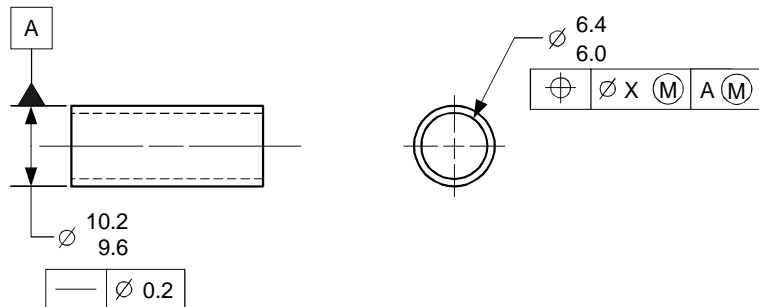

Figura 3
4. En la figura 3, el dispositivo para simular la figura de datum A será . . .
- figura 3 _____